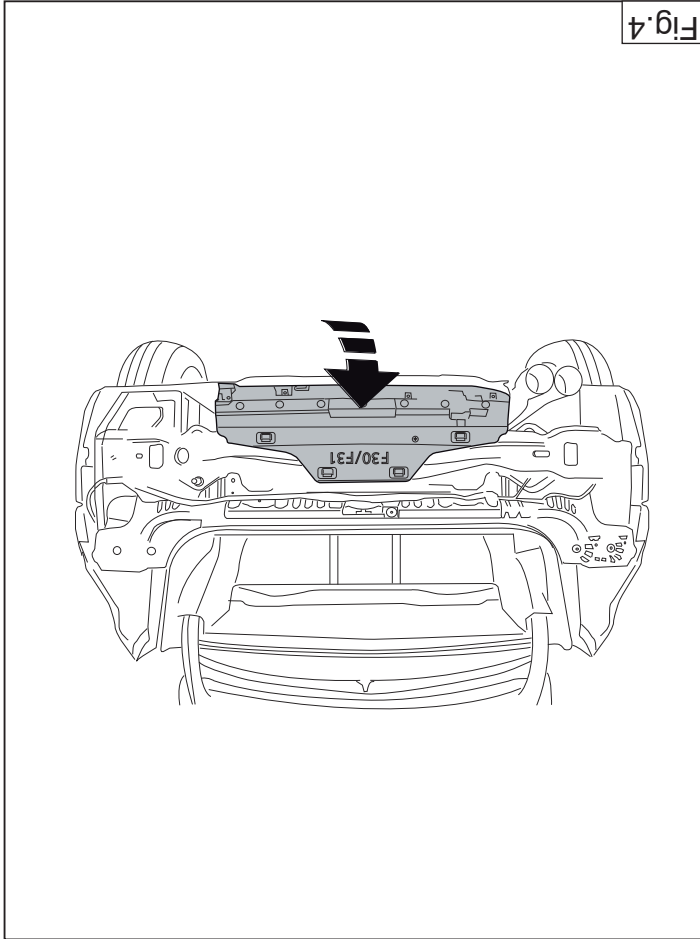

Fig.4
9. Fit the ball hitch, including socket plate. See figure 4.
8. Montieren Sie die Kunststoffkappe am Querträger der Anhängerkupplung an den Punkten B. Siehe Abbildung 4.
- Monter le capuchon en plastique au niveau de la barre perpendiculaire de l'attache-remorque, sur les points B. Voir la figure 4.